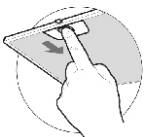

рис. 4
- перед установкой вытяжки снимите алюминиевый фильтр, для этого нажмите на пружинный замок на фильтре и потяните его вниз и на себя (рис. 4);
8.3 Для очистки алюминиевого фильтра извлеките его из вытяжки (рис. 4) и произведите очистку с помощью щетки горячим водным раствором нейтрального моющего средства вручную или в посудомоечной машине (при 60°C).
- снимите алюминиевый фильтр (рис. 4);